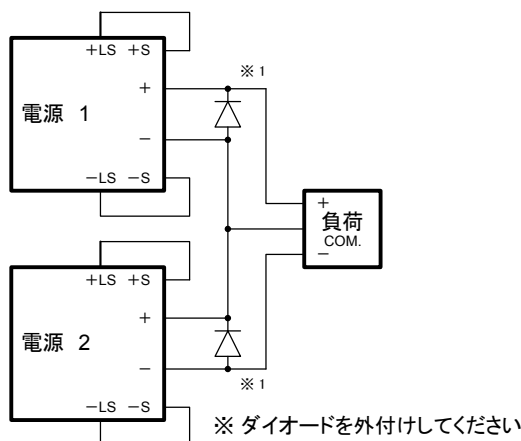

図 4-3 バイポーラ出力電圧用直列接続
この接続では、2 台の本器でバイポーラ出力の構成が可能です。出力が低下して負荷にダメージを与えない様に各器の電流制限を最大値に設定してください。またダイオードを各器出力に並列に接続してください(下記図 4-3 参照)。
- ◆ 接続方法は図 4-3 を参照してください。